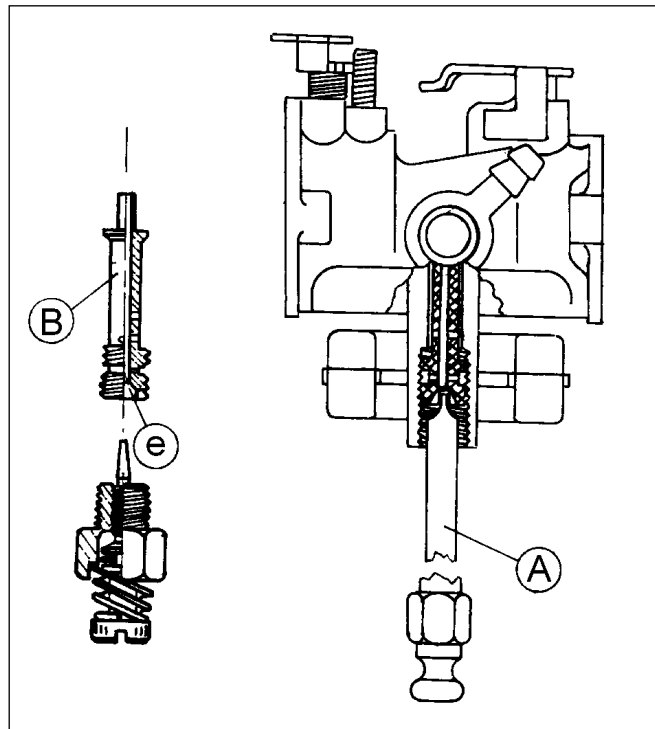

Abb. 15
- Prüfen Sie, ob Haupt- und Leerlaufeinstellschraube abgenutzt sind. Sollten die Kegelspitzen abgenutzt sein, tauschen Sie die Schrauben aus. Prüfen Sie, ob die Dichtung beschädigt ist, ersetzen Sie die Dichtung, falls Beschädigungen sichtbar sind. Benutzen Sie zum Entfernen und Austauschen der Hauptdüse das von Tecumseh gelieferte Spezialwerkzeug (Abb. 15-A).
- Vergewissern Sie sich, ob der Schraubenschlitz der Hauptdüseneinstellschraube (Teil B, Abb. 15) nicht beschädigt ist und der Schraubensitz keine starken Abnutzungen oder andere Beschädigungen aufweist. Überprüfen Sie, ob die Kraftstoff-Einströmöffnung der Hauptdüse (Abb. 15, e) nicht verstopft oder die Öffnung verzogen ist. Ersetzen Sie das Teil, falls es beschädigt ist.